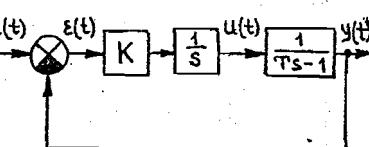

Рис.28
24. С целью устранения установившейся ошибки, вызванной ступенчатым воздействием $x(t)$, введите в цепь интегрирующее звено (рис.28). Исследуйте экспериментально устойчивость замкнутой системы, в которой реализуется интегральный закон регулирования $u(t) = K \int_0^t \varepsilon(\tau) d\tau$. Подтвердите результат эксперимента теоретическим анализом.